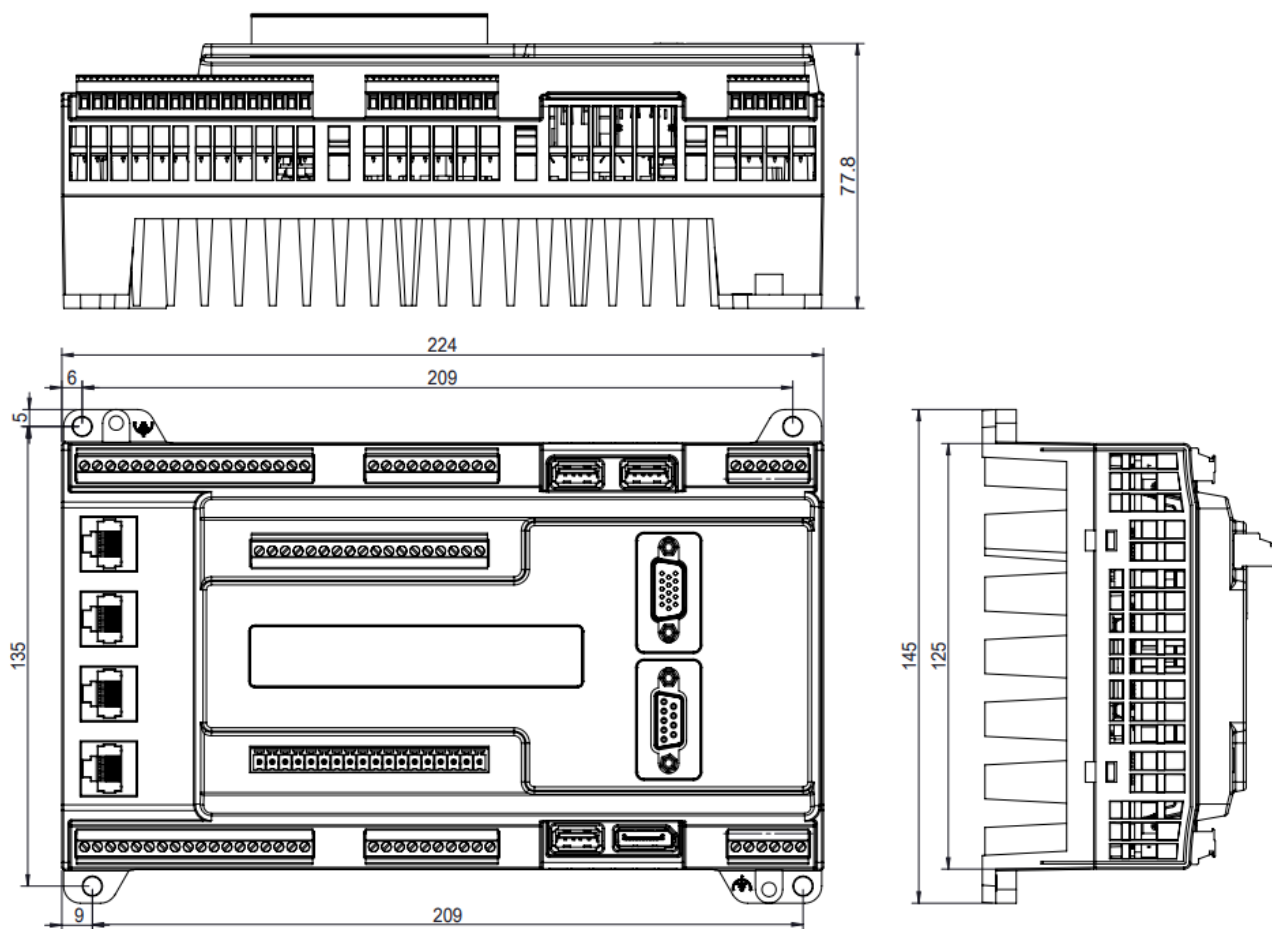

图 4-2 GNS 控制器尺寸图 (单位: mm)
- (7) 重量：1.6KG
- (8) 尺寸：详见图 4-2
- (9) 工作温度